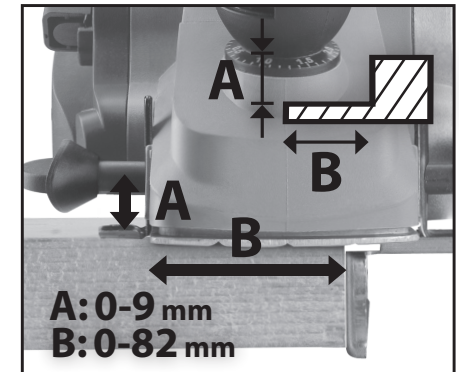

Abb. 7, Halbnutprofil Einstellung des Hobels EP 850 für die Abmessungen der Halbnut
- Unter Halbnut versteht man ein gehobeltes Profil in Form des Buchstaben „L“, dessen Breite durch die Breite der Hobelfläche des Hobels durch die Seitenführung gegeben ist und die Tiefe durch die Einstellung des Tiefenanschlags der Halbnut, siehe Abb. 7.
2. Heben Sie den Tiefenanschlag der Halbnut von der Arbeitsfläche nach oben hin an, um solch eine Entfernung, wie die Halbnut tief sein soll. Durch schrittweises Abhobeln des Materials mit Druck auf die Seitenführung wird sich der Hobel versenken, bis er das durch den Tiefenanschlag abgegrenzten Niveau erreicht. Das Prinzip ist grafisch am Hobel EP 850 in Abb. 7 dargestellt.